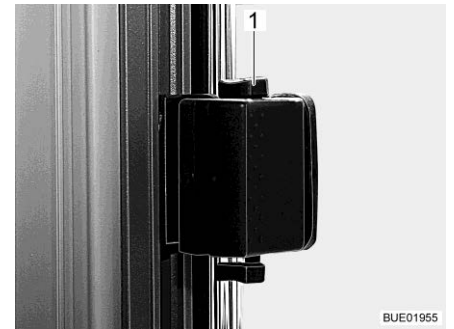

Fig. 103 Ventana corredera, desbloqueada
- Empujar el pestillo (Fig. 103,1) hacia arriba.